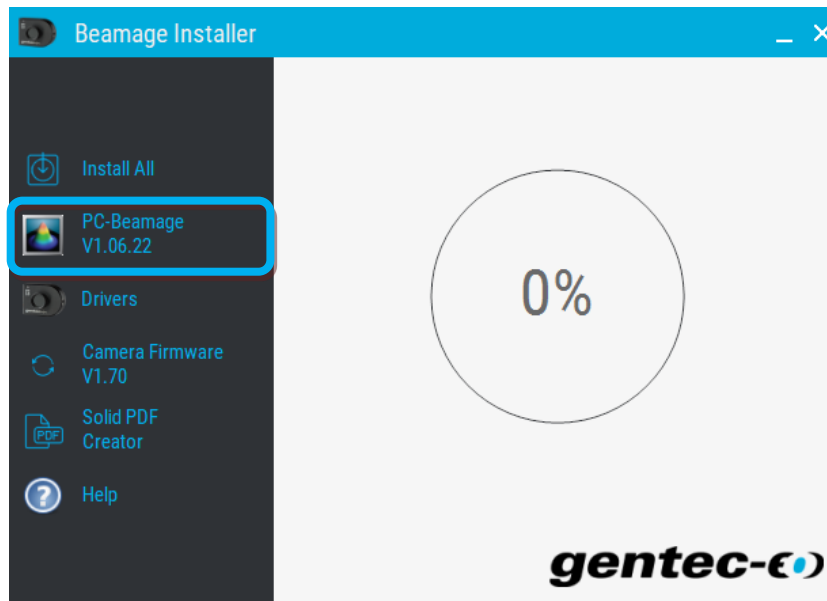

Figure C-1 Installateur Beamage
- 2) Utiliser l'installateur pour installer le logiciel PC-Beamage, voir Figure C-1